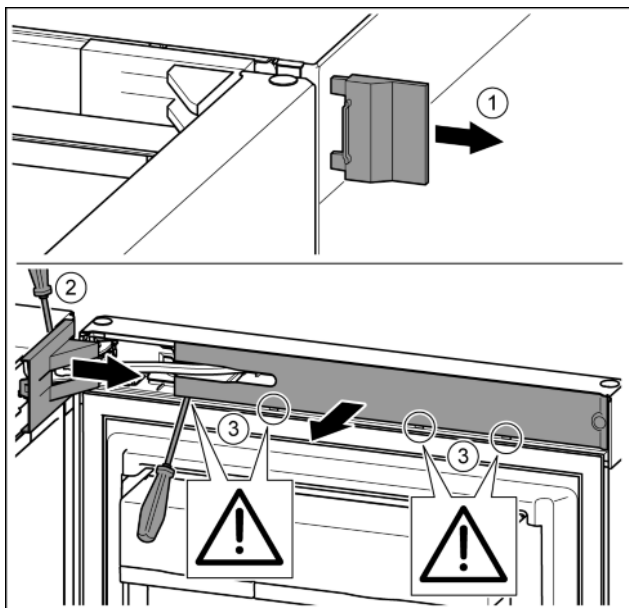

Fig. 7
- ▶ Снять внешнюю крышку. Fig. 7 (1)
- ▶ При помощи отвёртки освободить от фиксаторов крышку опорного кронштейна и отсоединить. Снять крышку опорного кронштейна. Fig. 7 (2)
- ▶ Шлицевой отвёрткой вывести накладку из зацепления и отвести в сторону. Fig. 7 (3)